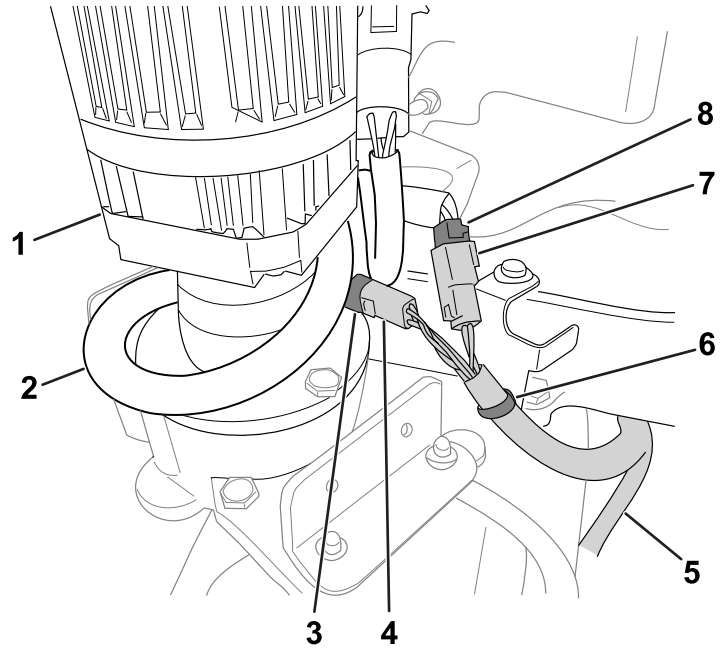

Figur 5
1. Koble girkassemotorens kontakt med to pinner til klipskontakten på ledningssatsbraketten (Figur 5).
2. Koble motorkontaktene til settledningssatsens kontakter (Figur 5):
7. Bruk et kabelfeste til å feste kontaktene vist i Figur 5 til settledningssatsen.